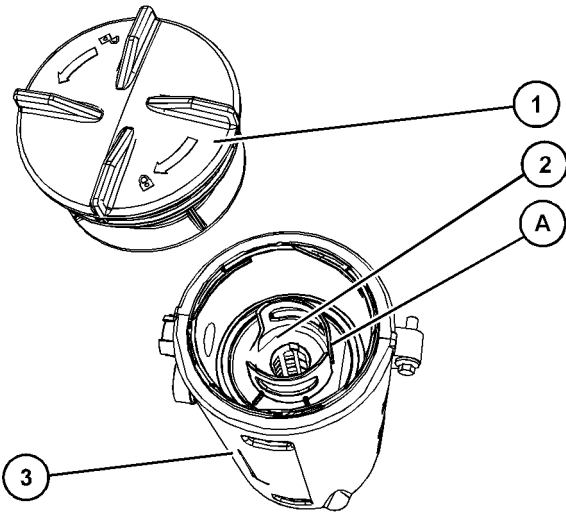

图 63
4. 拆下旧密封件 (4), 然后安装新密封件。
5. 将新滤清器滤芯安装到呼吸器体 (3) 内并调整滤清器滤芯以对准位置 (A)。参考图 63。将滤芯上的位置 (A) 与盖上的位置 (B) 对准。